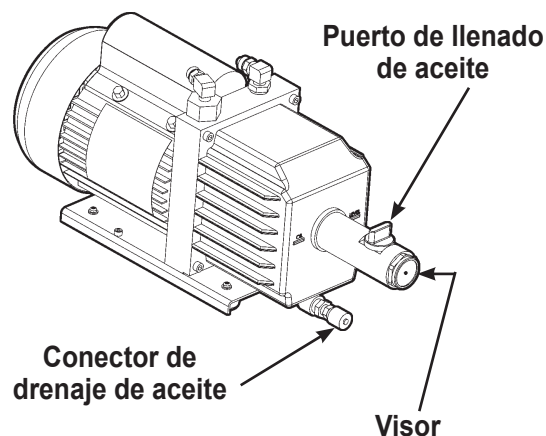

Figura 16
3. Consulte la Figura 16 y retire el tapón de latón del puerto de llenado de aceite de la bomba de vacío. (La bomba se drena más rápido cuando está ventilada).
5. Conecte el tubo flexible y tape a la botella de aceite y vierta cinco (5) onzas de aceite para la bomba de vacío en el puerto de llenado.